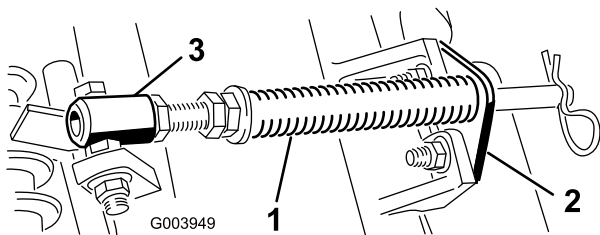

図 5
- A. カッティングユニットのタブにロッド・ブラケットを固定しているキャリッジ・ボルト2本を外す（図 5）。
- B. スプリング・チューブのキャップスクリュをキャリア・フレームのタブに固定しているフランジ・ナットを外す（図 5）。